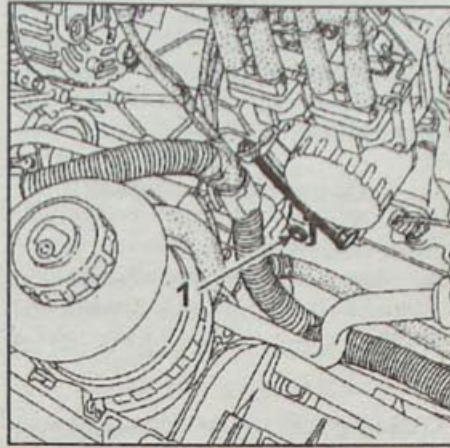

Рис. 1.45. Расположение болта (1) крепления трубки для охлаждающей жидкости
- Снимите верхний внутренний кожух (5) газораспределительного механизма.
- Выверните болт 1 (рис. 1.45) крепления трубки для охлаждающей жидкости.